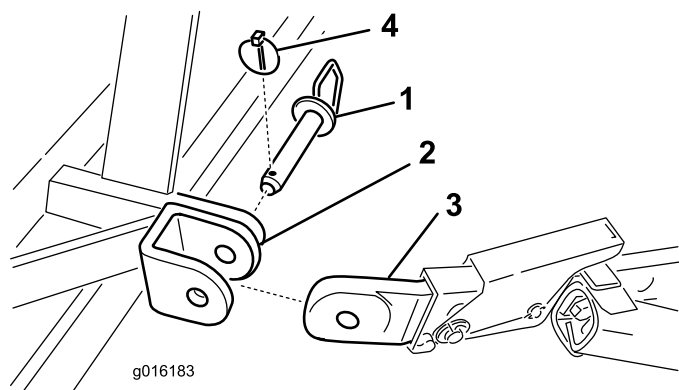

图4
5. 使用挂钩销和保险销将下连杆臂固定到打孔机安装支架上（图4）。